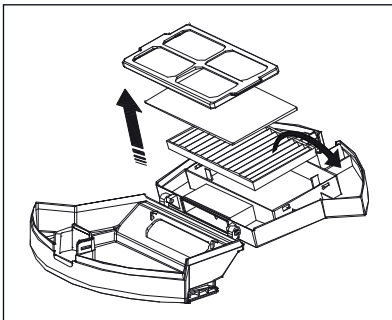

Abb. 10
- 4) Fassen Sie die beiden Laschen am Siebfilter und ziehen Sie ihn vom Fach des EPA-Filters **7** ab. Ziehen Sie den EPA-Filter **7** und den Schaumstofffilter an der Lasche aus dem Fach (siehe Abb. 10).